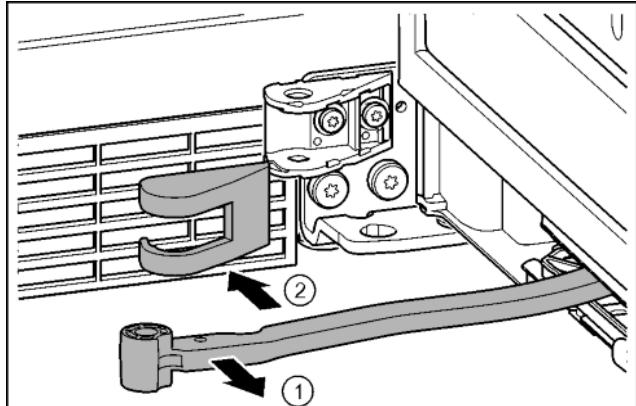

Fig. 19
- Otočte kloub směrem ke dveřím. Fig. 19 (1)
- Sejměte kryt stojanu ložiska. Fig. 19 (2)